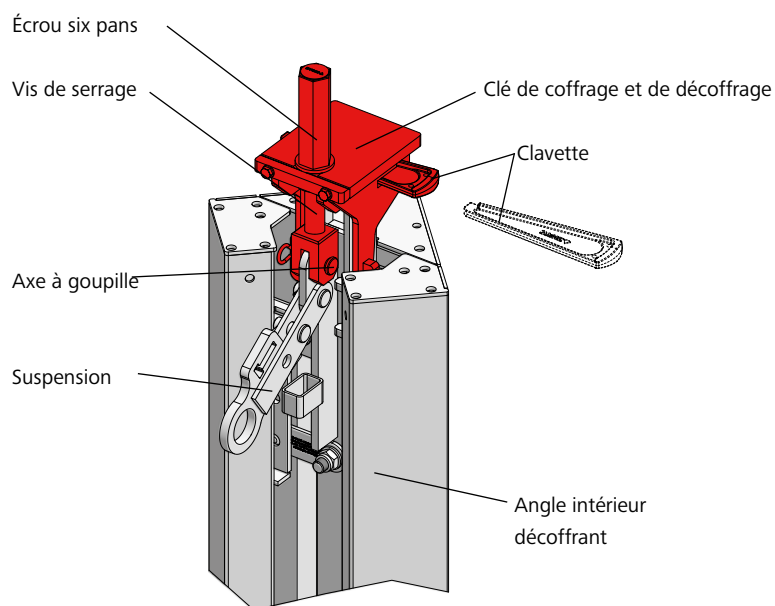

Fig. 55.3
1. Poser la clé de coffrage et de décoffrage sur la pièce de couplage située sur le haut de l'angle intérieur décoffrant. La suspension de l'angle intérieur décoffrant doit être orientée vers le bas (Fig. 55.3).
2. Pour fixer la clé sur l'angle intérieur décoffrant, utiliser le boulon à tête 16/40 et la goupille $\beta 4$ de la vis de serrage de la clé de coffrage et de décoffrage (Fig. 55.3).
3. Bloquer la clé de coffrage / la clé de coffrage et de décoffrage : insérer la clavette dans l'ouverture située sur le côté de la clé de décoffrage par frappe au marteau (Fig. 55.3).